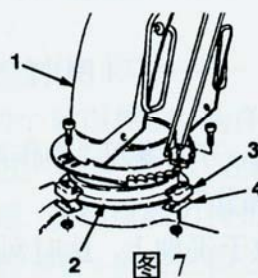

图7
1. 在排雪道环上薄薄涂一层低温润滑脂。(图7)
2. 将排雪道开口向前如图所示位置, 使排雪道固定器位于排雪道环上。注意排雪道固定器定位销应位于排雪道上定位孔中。(图7)
4. 朝着排雪道槽孔推另一个排雪道固定器, 再紧固螺栓。(图7)
5. 确保排雪道能在排雪道环上自由旋转。如旋转困难, 向外移右边固定器。(图7)